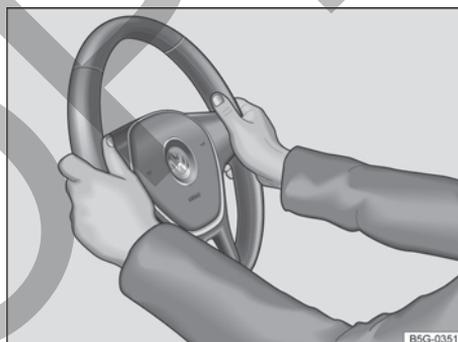

Fig. 57 En el volante: posición 9 y 3 horas.
- Ajustar la posición del volante de forma que pueda sostenerlo lateralmente por el borde exterior en las posiciones equivalentes a las 9 y a las 3 → fig. 57 con ambas manos y los brazos ligeramente doblados.
- Empuje la palanca ① siempre por su mango con firmeza hacia arriba después del ajuste, para bloquear la posición del volante.
- Durante la conducción, siempre sujete el volante con ambas manos lateralmente en el borde externo en la posición equivalente a las 9 y a las 3 → fig. 57, para reducir las lesiones provocadas por un disparo del airbag frontal del conductor.